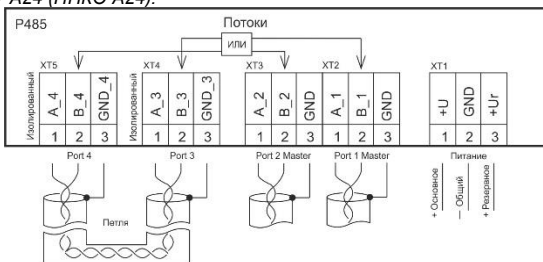

Рис.4 Режим работы «Двойной канал»
5.2 Режим работы «Двойной канал» (см. рисунок 4)
В режиме «Двойной канал» Р485 ретранслирует получаемую информацию с мастер-порта «1» на порт «3» либо с мастер-порта «2» на порт «4» в зависимости от наличия в момент передачи информации в каналах «1», «2». В обратном направлении ретрансляция идёт от порта «3», на порт «1», от порта «4» на порт «2». Между портами «1» и «2», а также между портами «3» и «4» информация не передается (Рис.4). Для защиты петли от короткого замыкания рекомендуется включать в её состав другие Р485, функционирующие в режиме «магистраль».